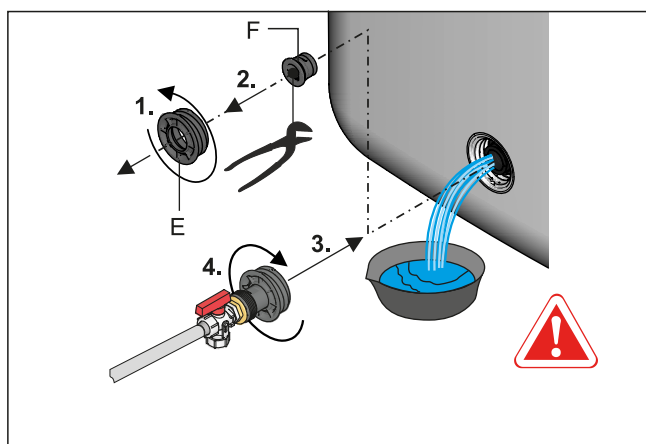

Fig. 11-4 Atornillar la conexión de llenado KFE en la conexión de llenado y vaciado
- Desenroscar la pieza roscada (Fig. 11-4, pos. E) de la conexión de llenado y vaciado y quitar el tapón (Fig. 11-4, pos. F) e inmediatamente volver a **enroscar** la pieza roscada premontada con la **conexión de llenado KFE** en la conexión de llenado y vaciado (Fig. 11-4).